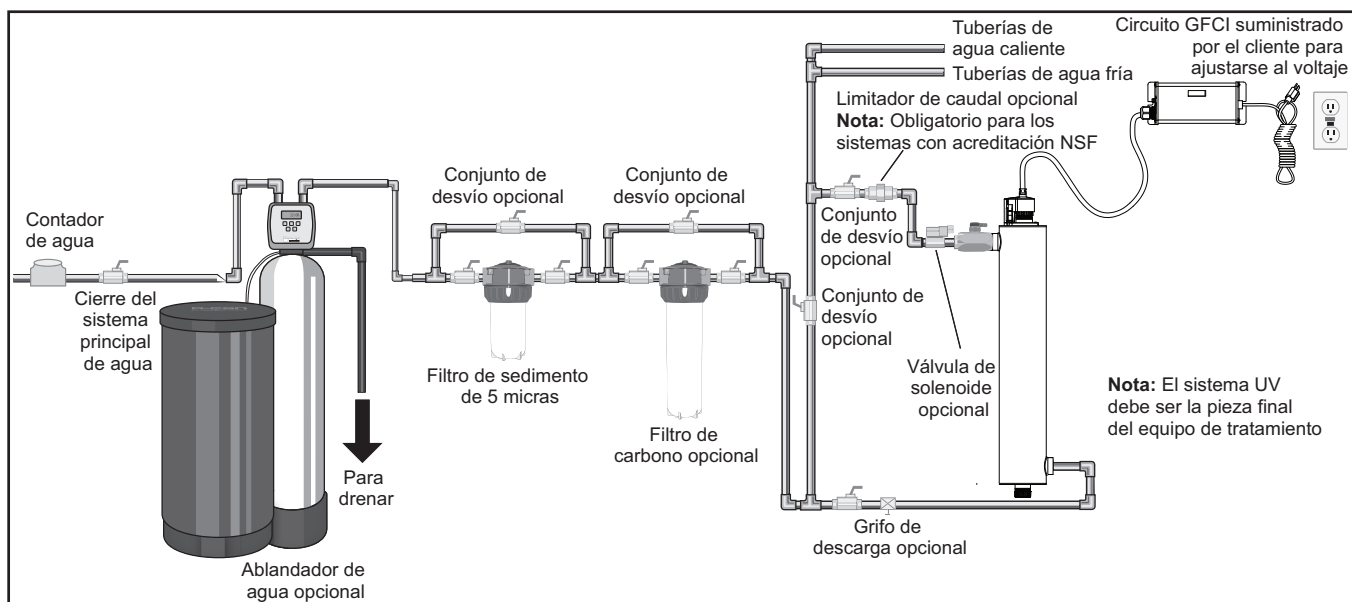

Figura 3 Sistema de Tratamiento UV
1. En la **Figura 3** se muestra la instalación de un sistema de UV típico y los componentes relacionados que se pueden usar para la instalación. Se recomienda el uso de un conjunto de desvío en el caso de que el sistema requiera mantenimiento "fuera de línea". En dicho caso, sistema requiere una desinfectante adicional para el sistema de distribución si se usa agua durante la condición de desvío. Además, durante el desvío, el agua NO se tratado y se deberá colocar físicamente la etiqueta "NO CONSUMIR EL AGUA" en el conjunto de desvío hasta que el sistema se haya saneado y puesto en servicio nuevamente. Para obtener más información, consulte **Sección 3.2**. Si el agua se va a consumir mientras el sistema está fuera de línea, se deberá hervir durante veinte minutos antes del consumo.